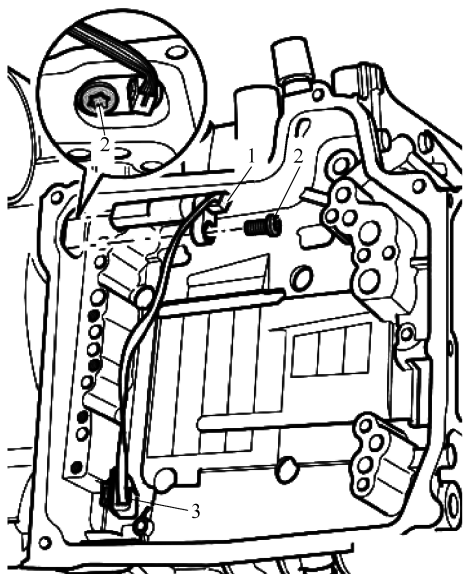

图 3-3-9 拆卸和安装离合器温度传感器
2) 旋出螺栓 2 然后拔下插头 3，取下带导线的变速器输入转速传感器 G182 以及离合器温度传感器 G509 1，如图 3-3-9 所示。
- 2) 拧紧螺栓 2, 拧紧力矩为 $10\text{N} \cdot \text{m}$, 如图 3-3-9 所示。